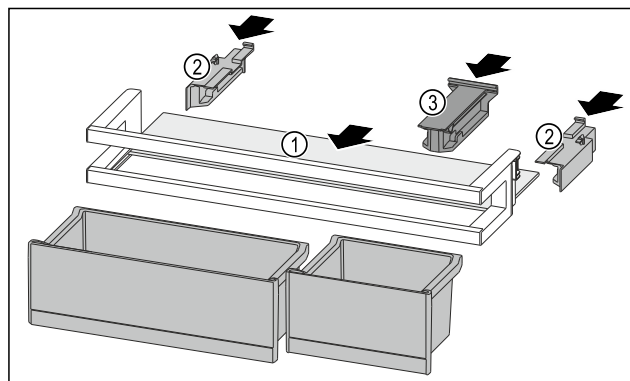

Fig. 205
- ▶ Wsunąć półkę Fig. 205 (1) w boczne wycięcia.
- ▶ Włożyć elementy boczne Fig. 205 (2).
- ▶ Włożyć element trzymający Fig. 205 (3).